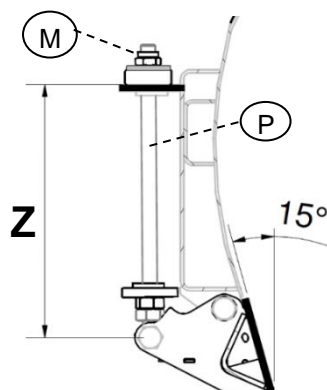

Bild.18
Skärvinkel som standard är 15° (**Z = 420mm**) (VPX180 är **Z = 360mm**) – se Bild.18. Skärvinkel behöver i allmänhet bara justeras efter att fjädrarna har bytts ut – se avsnitt 1.12.
Mått **Z** – se Bild.18 – kan användas som kontrollmått. Genom att dra åt muttern(M) i den övre delen av fjäderstången(P) blir skärvinkel mindre – för skärvinkel 0° **Z = 390mm**. Genom att lossa muttern(M) blir vinkeln större.